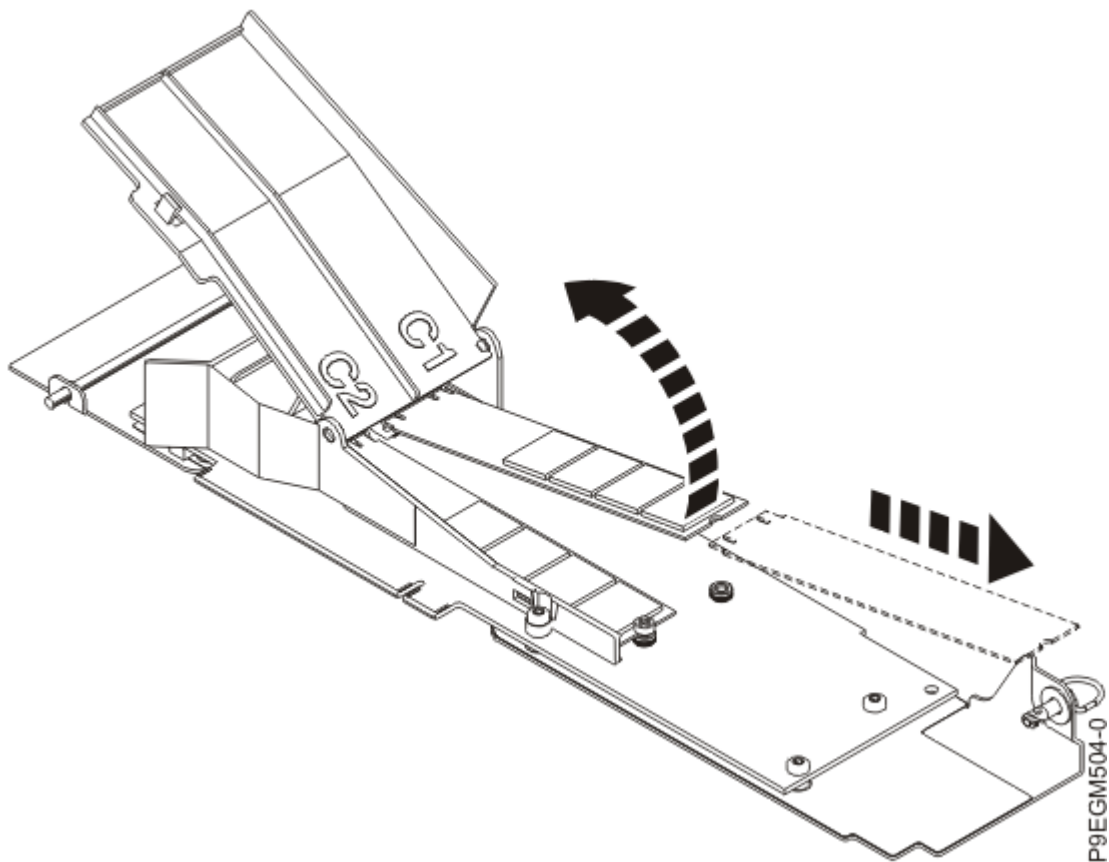

Abbildung 29. Flashmodul der NVMe M.2-Trägerkarte ausbauen
- c) Bauen Sie das NVMe M.2-Flashmodul aus, indem Sie es anheben und drehen (siehe Abbildung 29 auf Seite 35).